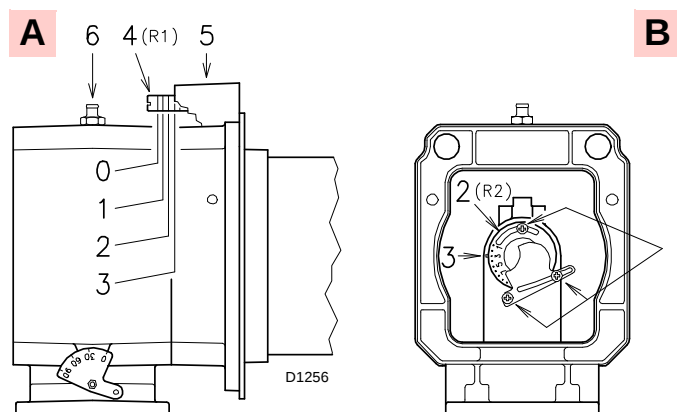
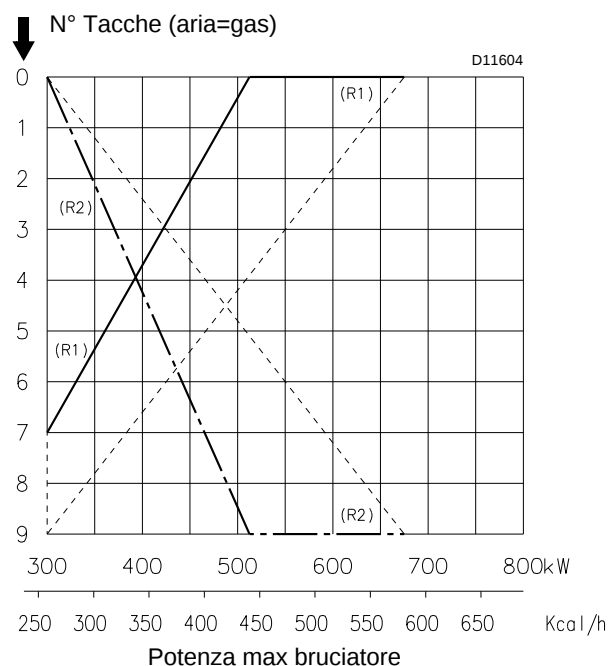

Fig. 16
Fig. 17
A questo punto dell'installazione, boccaglio e manicotto sono fissati alla caldaia come in A)(Fig. 16).
- quella dell'aria R1 (**A**, Fig. 16)
- quella del gas/aria R2 (**B**, Fig. 16)
Trovare nel diagramma (Fig. 17) la tacca alla quale regolare sia aria che gas.
Ruotare la vite 4)(Fig. 16) fino a far collimare la tacca trovata con il piano anteriore 5)(Fig. 16) della flangia.
Per facilitare la regolazione, allentare la vite 6)(Fig. 16), regolare e poi bloccare.
Allentare le 3 viti 1)(Fig. 16) e ruotare la ghiera 2) fino a far collimare la tacca trovata con l'indice 3). Bloccare le 3 viti 1).
Dal diagramma (Fig. 17) risulta che per questa potenzialità le regolazioni sono:
Il diagramma (Fig. 17) indica una regolazione ottimale per una tipologia di caldaie secondo Fig. 4 a pag. 12. Se la pressione del gas lo permette, con la chiusura della ghiera 2)(Fig. 16) si ottengono riduzioni sulla formazione di NOx.